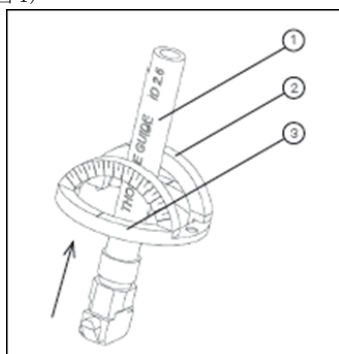

図 1
- (1) 本品は滅菌済みである。使用前に本品の使用期限を確認し、包装が開封されていたり損傷していないかの点検を行う。本品を再使用する際は使用前に必ず滅菌を行うこと。
- (2) 本品の部品を以下の順に組み立てる。
- ・ ベースリング (③) 及びガイドレール (②) から成るモジュールにカテーテルガイド (①) を下方から取り付け、カテーテルガイドの摺動面がガイドレールの内半径に接するようにする。(図 1)